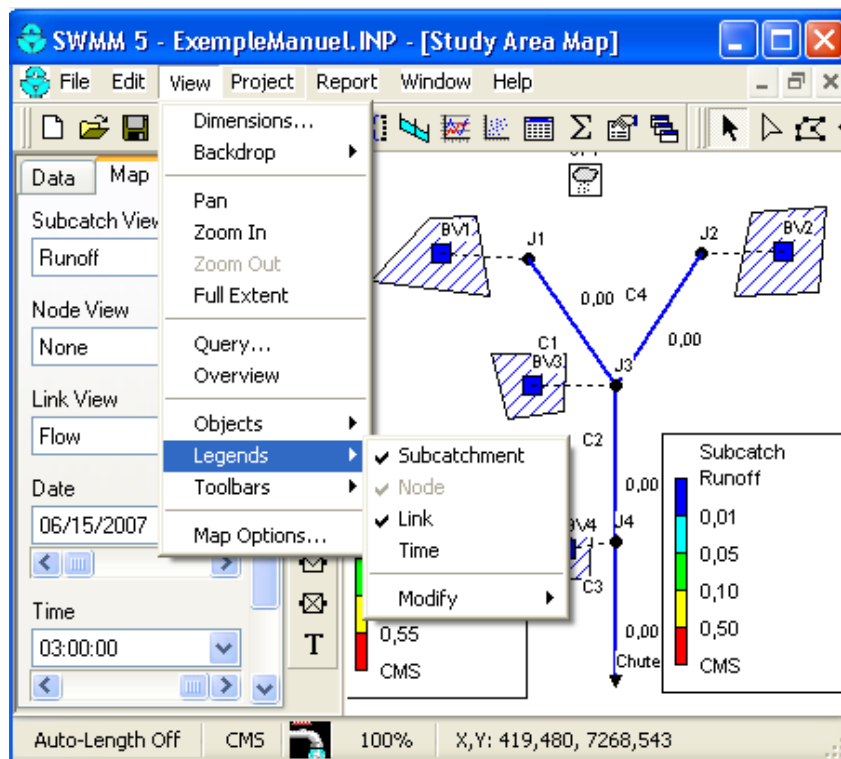

Figure 31 Visualisation des légendes
3. le code couleur pour une variable en particulier est présenté sur l'aire d'étude. Afin d'afficher ou de cacher les légende sélectionner **View >> Legends** (figure 31)